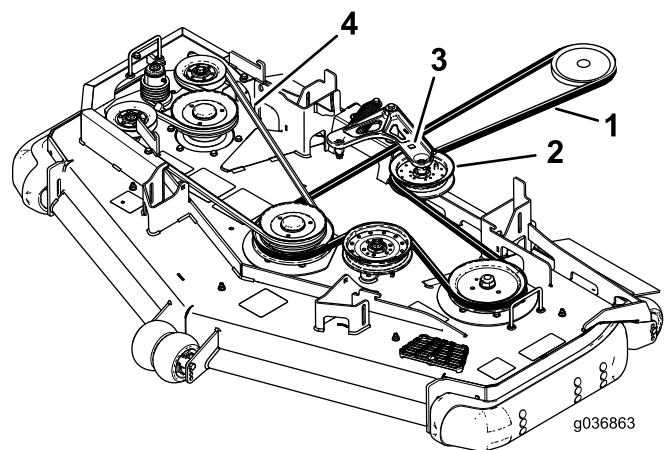

Figure 98
6. Insérez un rochet dans le trou carré du bras de tension pour détendre le ressort de la poulie de tension (Figure 98).
8. Acheminez la courroie neuve autour des poulies du tablier de coupe et de la poulie d'embrayage, sous le moteur (Figure 98).